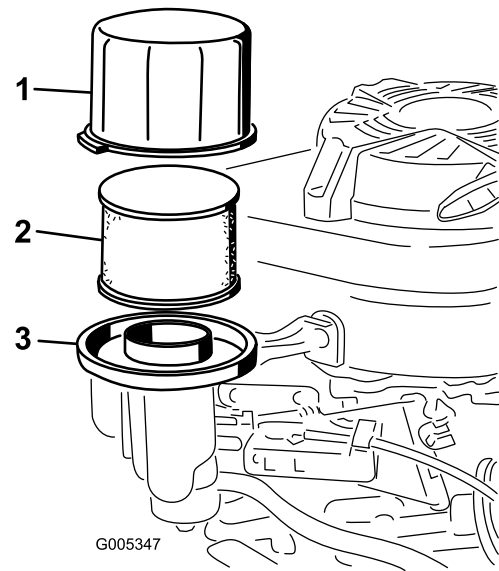

Figure 21
4. Sortez le préfiltre en mousse et l'élément filtrant en papier de la base du filtre à air (Figure 21).
3. Déposez le couvercle et nettoyez-le soigneusement (Figure 21).